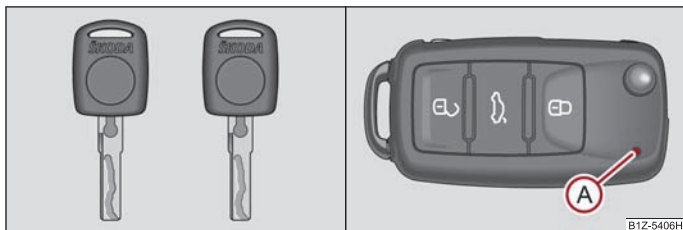
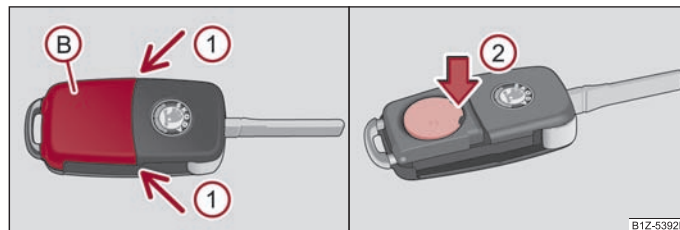

Fig. 21 Setul de chei fără telecomandă / Setul de chei cu telecomandă
Fig. 22 Telecomanda - scoaterea capacului / Scoaterea bateriei
La livrarea autovehiculului primiți două chei. În funcție de echipare, autovehiculul dumneavoastră poate fi echipat cu chei fără telecomandă ⇒ fig. 21 - stânga sau cu chei cu telecomandă* ⇒ fig. 21 - dreapta.
Fiecare cheie conține o baterie, care se găsește sub capacul (B) ⇒ fig. 22. Când bateria este descărcată, după apăsarea unei taste a telecomenzii, lampa de control de culoare roșie (A) nu clipește ⇒ fig. 21. Înlocuiți bateria în felul următor:
- Apăsați capacul bateriei în locul marcat cu săgeată ①, cu atenție ⇒ fig. 22.
- Prin apăsarea bateriei în jos, în locul marcat cu săgeată ②, scoateți bateria descărcată din cheie ⇒ fig. 22.